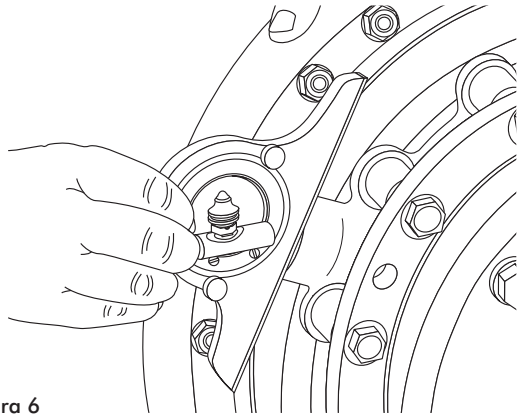
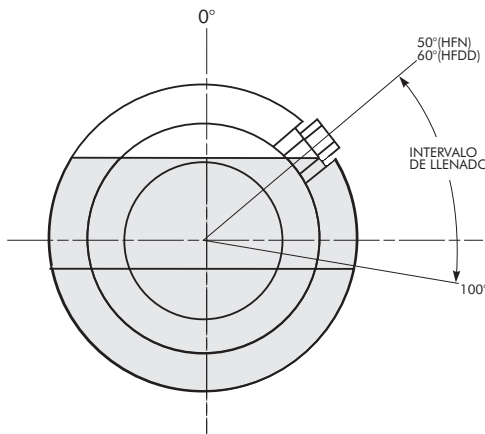

Figura 6
Figura 7
- E. Girar el acoplamiento hidráulico lentamente hasta que la burbuja del nivel de fluido quede centrada, ver la Figura 6. El aceite debe poder verse en el reborde del agujero. Añadir o extraer aceite hasta que el nivel sea el correcto. La Figura 7 ilustra el intervalo del ángulo de llenado.